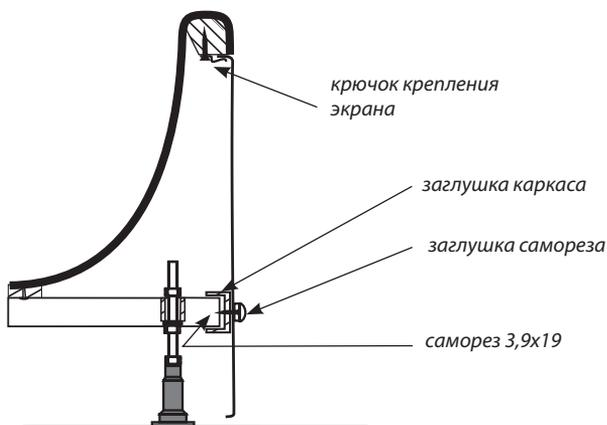

Рис. 65. Установка экранов
39. Установите экраны (рисунок 65).